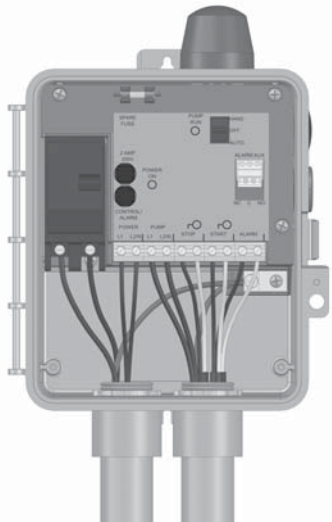

FIGURA 4
3. Determinar la ubicación de entrada de los conductos eléctricos al panel de control como se muestra en la Figura 4. Verificar los códigos locales y los diagramas eléctricos para saber el número de circuitos de corriente requeridos.